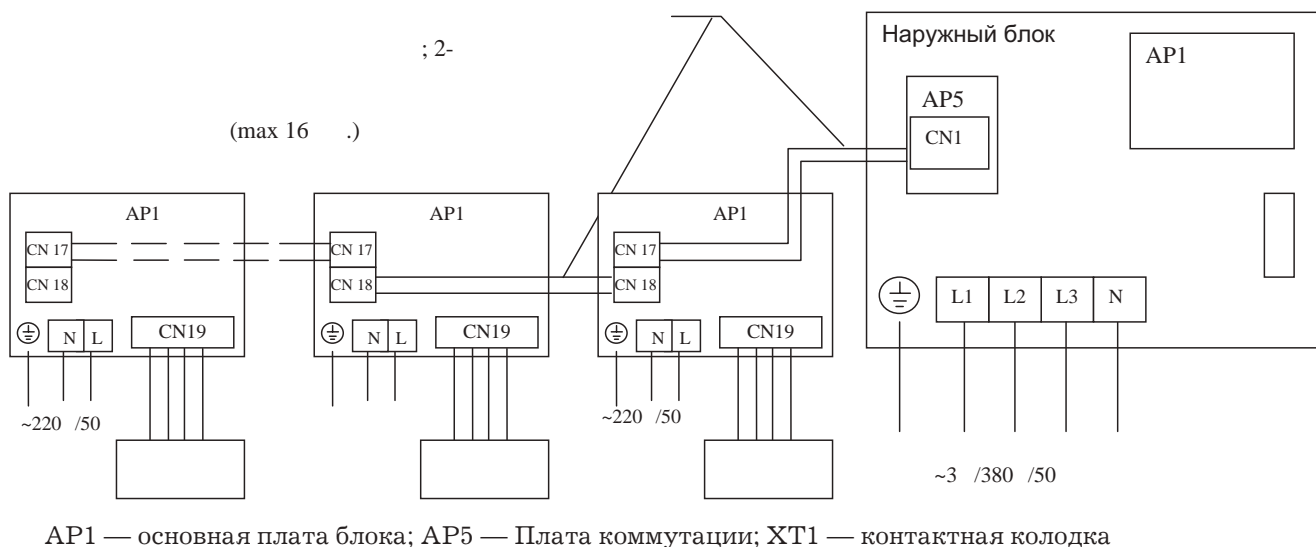

Рис. 7.1
### 7.1 Схема коммутации внутренних и наружных блоков системы GMV (рис. 7.1).
7.1.1 Внутренние и наружные блоки коммутируются между собой сигнальным кабелем — 2-х жильная витая пара (см. рис. 7.1).